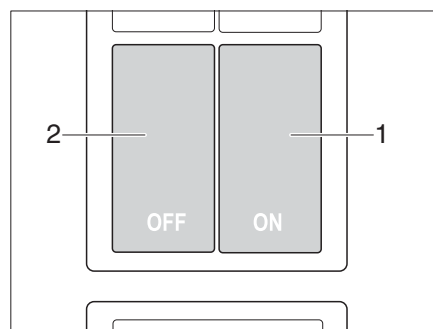

Fig. 108 Interruptor para bloqueo central de la línea de servicio de cocina
La línea de servicio de cocina está equipada con un bloqueo central. Las trampillas y los cajones del bloque de cocina se pueden bloquear y desbloquear manualmente con el interruptor (Fig. 108).
- Pulsar el interruptor ON (Fig. 108,1). Las trampillas y los cajones del bloque de cocina están bloqueados.
- Pulsar el interruptor OFF (Fig. 108,2). Las trampillas y los cajones del bloque de cocina están desbloqueados.